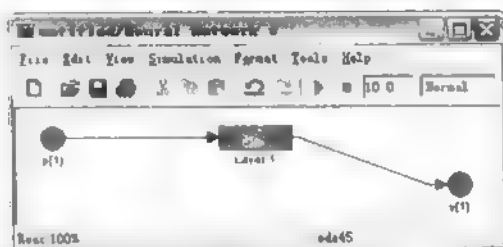

图 19.7 线性神经网络的构成
(6) 双击 `Neural Network` 模块。在图 19.6 中，并不能看到网络结构信息，打开 `Neural Network` 模块，就能够看到 `Neural Network` 子系统的构成，如图 19.7 所示。